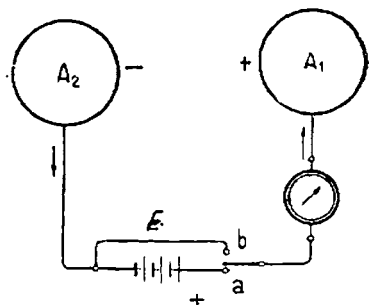

Fig. 143. — Electrizare cu ajutorul elementelor galvanice
b) Cu ajutorul unui electroscope sau al unui pendul constatăm că sfera  $A_1$  s'a încărcat cu electricitate sticloasă, iar sfera  $A_2$  s'a încărcat cu electricitate rășinoasă. După cum se vede din fig. 143 electricitatea sticloasă corespunde bornei  $+$  a bateriei și electricitatea rășinoasă bornei  $-$ .
**89. Electrizarea se produce numai pe suprafața exterioră a corpurilor.** Să presupunem că cele două sfere din experiența din fig. 143 sunt goale pe dinăuntru. Orice tensiune vom aplica, vom constata că în interior nu este nicio sarcină electrică.
**90. Câmp electric. Linii de forță.** Oriunde vom duce un corp electrizat în jurul sferelor  $A_1$  și  $A_2$ , fig. 143, vom constata că este atras sau respins, după semnul sarcinilor electrice. Deci, oriunde în jurul unui corp electrizat se exercită forțe. Vom spune că există un *câmp electric*.
91. **Capacitatea electrică.** Să continuăm experienţele cu aparatele din fig. 143. Să închidem întrerupătorul în poziţia  $a$ . Vom observa la galvanometru un curent  $I$  trecător în timpul  $t$ . Ştim că a trecut o cantitate de electricitate.